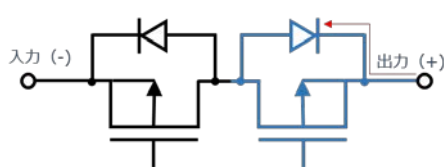

図 3.3.2 MOSFET を追加
- 出力経路に MOSFET を追加する (図 3.3.2)